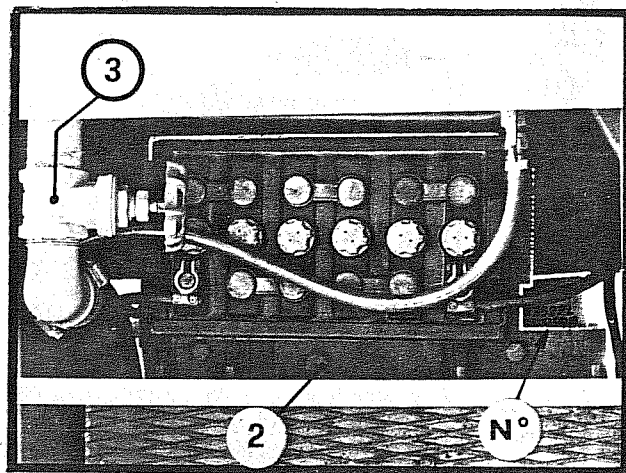
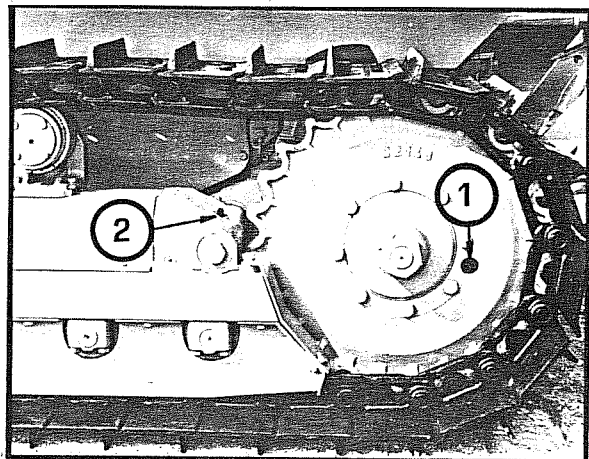

fig. 2
Fig.8
Il tipo della trattrice e il numero di telaio sono stampigliati sulla fusione in ghisa della scatola cambio-ponte posteriore. (vedi fig. 2)
- 3-che la saracinesca (3fig.2) posta sulla tubazione di aspirazione sia aperta.L'apertura si ottiene ruotando la manopola in senso antiorario.
Ogni 150 ore di lavoro occorre controllare il livello dell'olio nel cambio attraverso il tappo con asta (2fig.2)ed il livello nei riduttori laterali dal tappo visibile attraverso il foro praticato sulla ruota motrice(1 fig.8).
6.7 - BARRA TRASVERSALE POSTERIORE (fig. 8)
Ogni 30 ore di lavoro iniettare grasso negli ingrassatori (2 fig. 8) uno per parte .